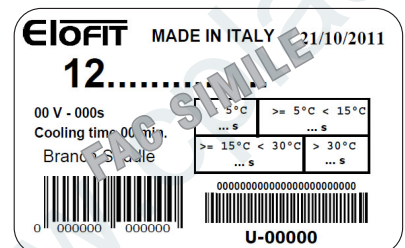

FIG.5
6 (I) In caso di utilizzo di saldatrici automatiche, controllare sempre i parametri indicati sul barcode (fig.4). In caso di saldatura manuale, si prega di usare i parametri di tempo e tensione indicati sul barcode. Se la saldatrice non effettua la correzione del tempo di saldatura rispetto alla temperatura circostante, utilizzare i parametri indicati nell'etichetta attaccata alla confezione (fig.5). Mantenere una distanza di sicurezza durante la saldatura. Il produttore non è responsabile di eventuali danni arrecati a persone o cose in caso di non osservanza delle regole di sicurezza. **(ES)** Leer los valores de tiempo y voltaje requeridos para la fusión (figura 4) si se utiliza una soldadora que efectúa automáticamente la compensación del tiempo de soldadura según la temperatura exterior. En caso de que la soldadora NO efectúa automáticamente la compensación
del tiempo de soldadura, leer los parámetros indicados en la etiqueta pegada en la bolsa (figura 5). Deben mantener la debida distancia durante la soldadura del detalle del accesorio. (En el caso de que no se respeten las normas de seguridad, la empresa no se hará responsable por los daños ocasionados a personas o cosas). **(F)** Lire les valeurs de temps et tension nécessaires pour la soudure (figure 4) si vous utilisez une machine à souder qui effectue automatiquement la compensation du temps de soudure selon la température extérieure. Si la machine à souder n'effectue automatiquement la compensation du temps de soudure, lire les paramètres listés sur l'étiquette apposée sur le sac (figure 5). Garder une distance de sécurité appropriée pendant le soudage du détail du raccord. (Le fabricant n'est pas responsable d'accidents qui se produisent par non-respect des règles de sécurité). **(GB)** For automatic welding units, always check the welding parameters on the barcode (fig.4). For manual welding please use the time and voltage indicated on the barcode. If the welding unit does not perform welding time compensation according to ambient temperature, use the parameters in the label affixed on the bag (fig.5). Keep at a safe distance during welding. The company is not responsible for any damage to persons or property if safety rules are not observed. **(NL)** Lees de waarden van tijd en spanning die nodig zijn voor het lassen af in figuur 4 als u over een soldeerapparaat beschikt dat automatisch de compensatie uitvoert van de soldeertijd op basis van de buitentemperatuur. Als het soldeerapparaat de compensatie van de lastijd niet automatisch uitvoert lees dan de parameters die gegeven worden op de speciale label op de zak - figuur 5 Blijf op redelijke afstand tijdens het lassen van het stuk. (Het bedrijf is niet aansprakelijk voor eventuele schade aan personen of aan spullen in geval de veiligheidsnormen niet in acht genomen worden). **(RU)** В случае использования автоматических сварочных аппаратов проверить параметры, указанные на штрих-коде (рис.4). В случае ручной сварки необходимо использовать параметры времени и напряжения, указанные на штрих-коде. Если сварочный аппарат не компенсирует время сварки в зависимости от температуры окружающей среды, использовать параметры, указанные на этикетке на упаковке (рис.5). Соблюдать дистанцию безопасности во время сварки. Производитель не несет ответственности за ущерб, нанесенный людям или вещам в случае несоблюдения правил безопасности.